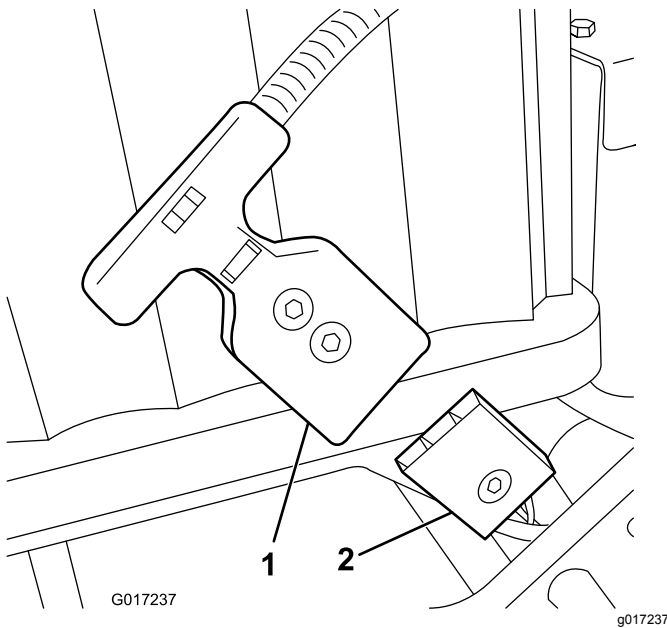

Figura 16
Nota: Si no puede conectar la clavija del arnés de cables batería-máquina al enchufe de la batería con la batería instalada, puede conectar primero el arnés a la batería y luego instalar la batería. Desconecte el conector del suministro eléctrico principal (Figura 16) de la base de la
16. Conecte el conector en T del arnés de cables principal al conector del suministro eléctrico principal situado en la base de la batería (Figura 16).